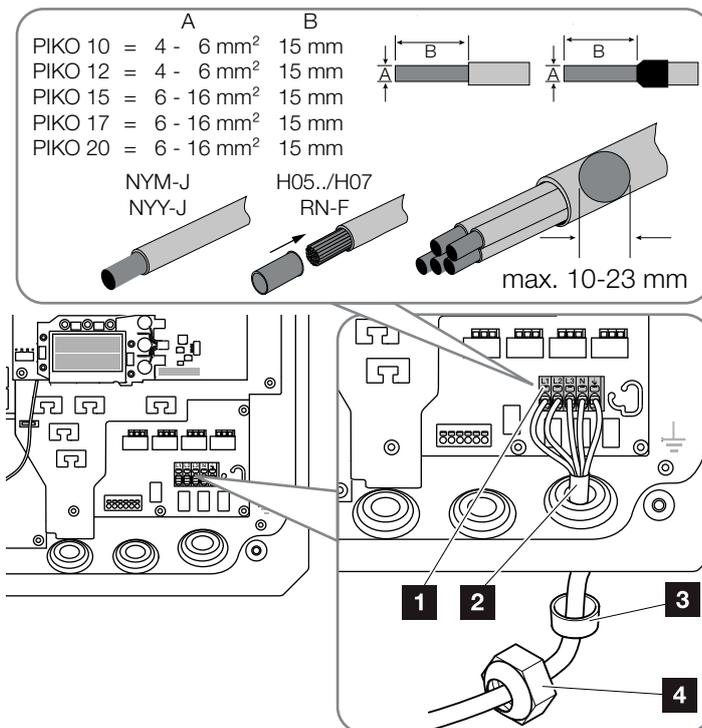

Abb. 22: Netzzuleitung am Wechselrichter anschließen
7. Die Adern der Netzzuleitung entsprechend der Beschriftung an der AC-Anschlussklemme anschließen. **!** **☑ Abb. 22, Pos. 1**